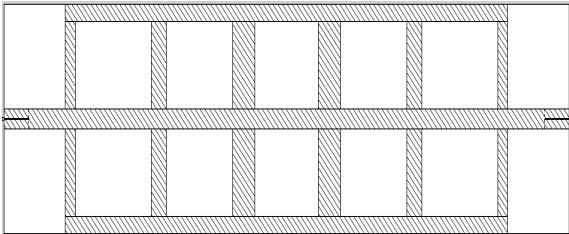

Рис. 3.19
- Щёлкните по значку **Substrate Information** на панели инструментов и на вкладке **Enclosure** введите длину корпуса 23 и количество клеток по оси X – 230. Выделите все элементы топологии и сдвиньте топологию вправо на 1.2, чтобы она расположилась симметрично относительно корпуса (при этом порты отображаются красным цветом, указывающем на ошибку). Дважды щёлкните по входному проводнику фильтра, установите курсор на ромбик посередине левой стороны и сдвиньте эту сторону так, чтобы она совпала с левым краем корпуса (при этом порт не будет отображаться красным цветом). Аналогично совместите правую сторону входного проводника с правой стороной корпуса. Дважды щёлкните по верхнему заземляющему проводнику и продлите его правую и левую стороны до крайних шлейфов. То же самое сделайте с нижним заземляющим проводником. Топология должна иметь вид, показанный на рис. 3.19. Расстояния между резонаторами (от края фильтра к центру) равны 3.1, 2.7 и 2.6, а ширины шлейфов 0.4, 0.6 и 0.9.
Аналогично совместите правую сторону входного проводника с правой стороной корпуса. Дважды щёлкните по верхнему заземляющему проводнику и продлите его правую и левую стороны до крайних шлейфов. То же самое сделайте с нижним заземляющим проводником. Топология должна иметь вид, показанный на рис. 3.19. Расстояния между резонаторами (от края фильтра к центру) равны 3.1, 2.7 и 2.6, а ширины шлейфов 0.4, 0.6 и 0.9.